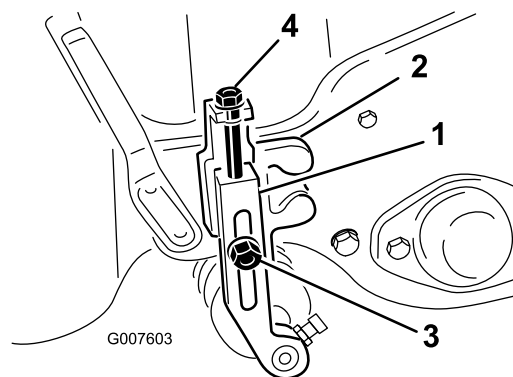

Figure 54
2. Desserrez les contre-écrous qui fixent les bras de hauteur de coupe aux supports de hauteur de coupe (Figure 54).